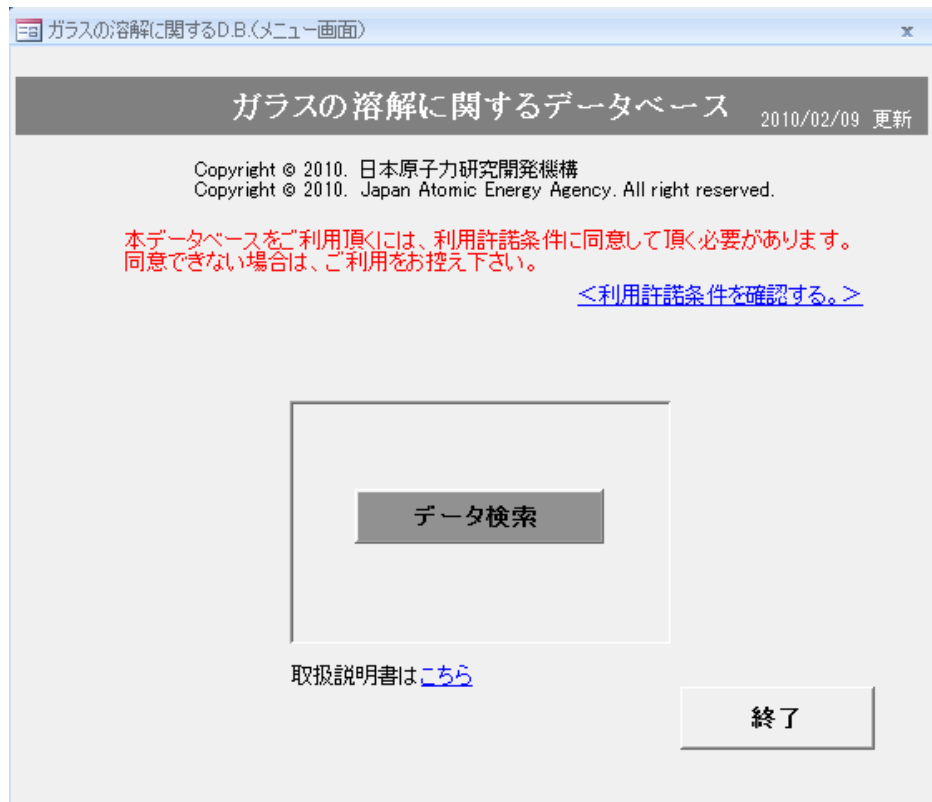

Fig.1 メニュー画面
「ガラスの溶解に関する D.B.mdb」をダブルクリックすると、以下に示すメニュー画面 (Fig.1) が表示される。
メニュー画面 (Fig.1) で **データ検索** ボタンをクリックすると、検索画面 (Fig.2) が表示される。ここでの検索は、入力項目間の AND (論理積) 検索となり、入力項目がないときは、全件検索となる。検索条件は以下に示す 16 項目となる。
- **メニューに戻る** ボタン: メニュー画面 (Fig.1) に戻る。